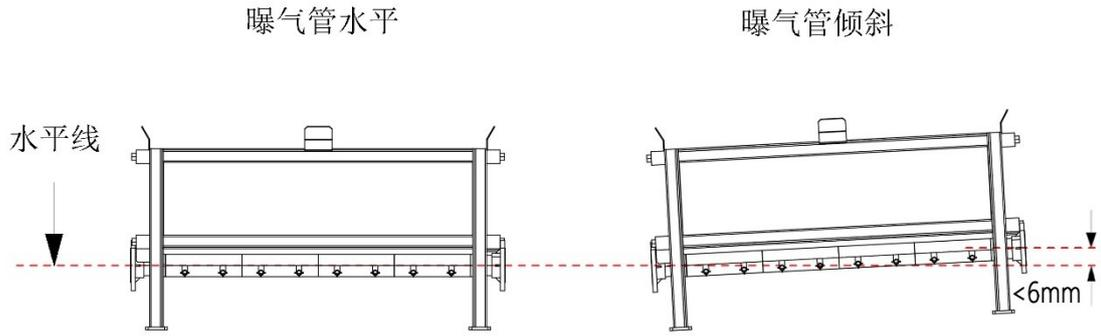

图 5 单台曝气箱安装水平高差示意图
2) 曝气箱必须水平调整，单台膜组器曝气管的直线水平需调整到  $6\text{mm}$  以内(如图 5 所示)；